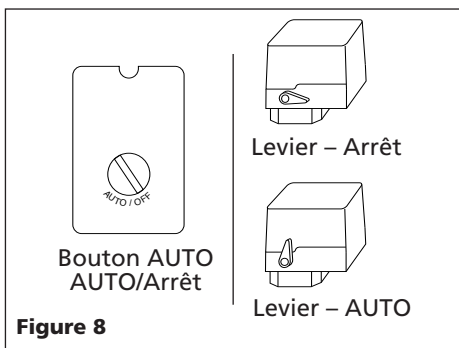

Figure 8
4. Tournez le levier ou le bouton du manostat à la position **AUTO** et faites fonctionner l'appareil pendant 30 minutes pour roder les pièces de la pompe (reportez-vous à la figure 8).